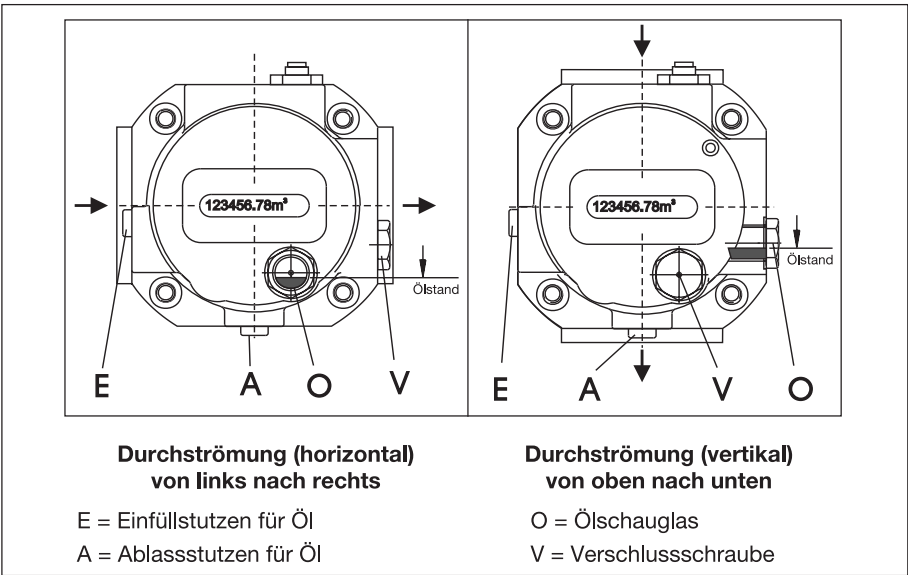

Bild 8: Horizontale und vertikale Einbaulage, Ölfüllung und Ölstandsanzeige **Typ RVG-ST**
- Bei **horizontaler Durchströmung** stehen zwei Öleinfüllöffnungen E oder V zur Verfügung. Die Ablassöffnung A befindet sich am tiefsten Punkt. Das Ölschauglas O befindet sich an der Vorderseite des Zählers unter dem Zählwerk (Bild 8 links).
- Bei **vertikaler Durchströmung** steht nur die Öleinfüllöffnung E zur Verfügung. Die Ablassöffnung A befindet sich am tiefsten Punkt. Das Ölschauglas ist nun rechts am vorderen Gehäusedeckel untergebracht (Bild 8 rechts).